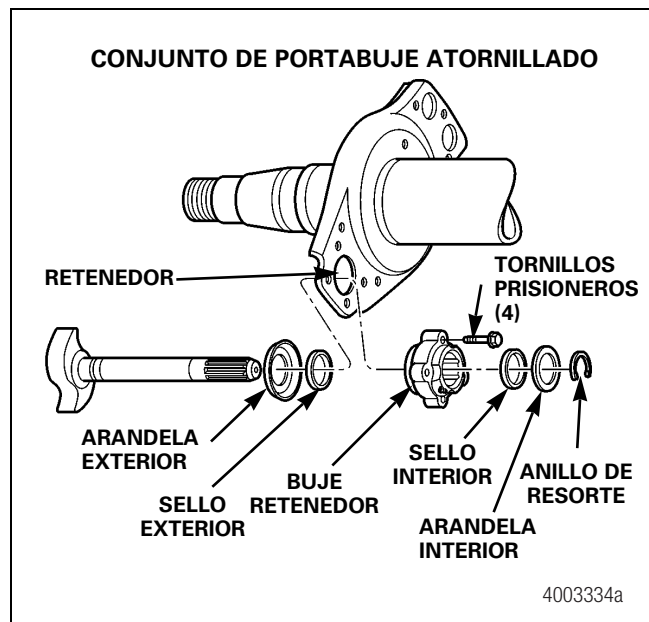
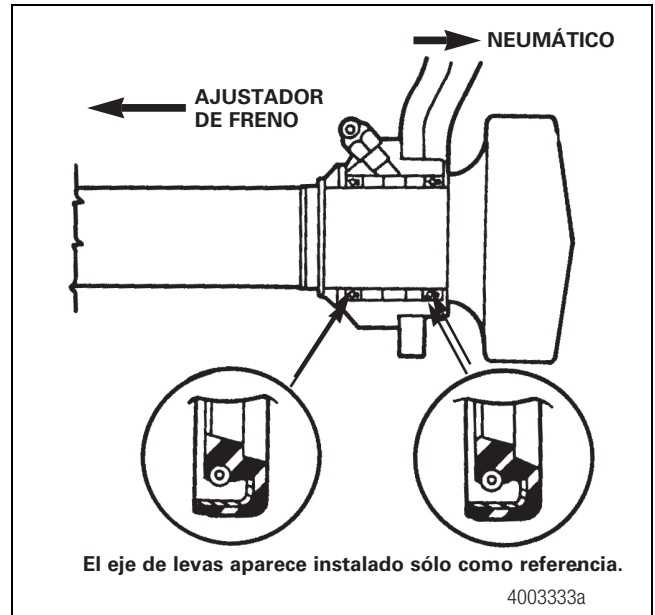

Figura 12.33
Figura 12.36
1. Retire el anillo de resorte, el eje de levas, las arandelas y los sellos. Figura 12.33.
2. Retire los cuatro tornillos que sujetan el portabuje atornillado; después apalanque el buje desde la araña. Figura 12.33.
5. Cambie todas las piezas del conjunto del eje de levas según se muestra en la Figura 12.33. Verifique que los sellos se alineen en la dirección correcta. Figura 12.36.